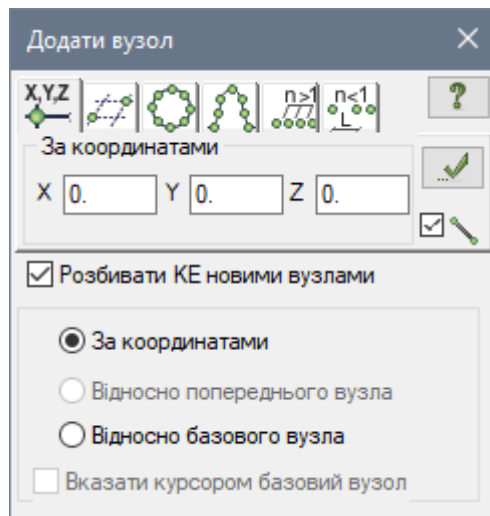

Рис. 5.3. Діалогове вікно Додати вузол
- Відкрийте діалогове вікно **Додати вузол** (рис. 5.3) натиснувши на кнопку  – **Додати вузол** (панель **Створення** на вкладці **Створення та редагування**).